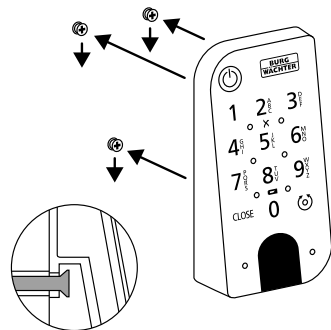

Fig. 4
④ Coloque el teclado sobre las cabezas de los tornillos tal y como se indica en la Figura (Fig. 4).